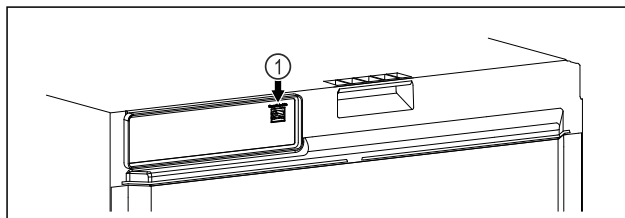

Fig. 99
- ☐ SmartModule Fig. 99 (1) è inserito.